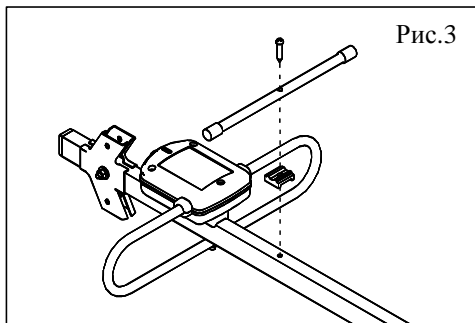

Рис.3
5.5. Установить трубчатый директор согласно рис.3, используя для крепления самонарезающий винт №5. Между штангой и директором поставить пластмассовую подкладку.